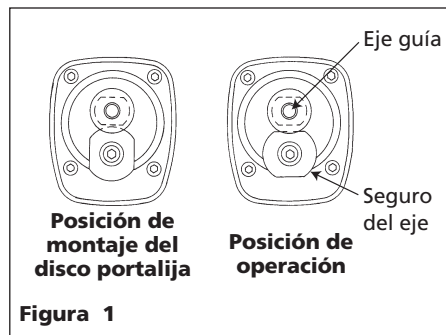

Figura 1
4. Deje de oprimir el gatillo y conecte la herramienta neumática a la fuente de suministro de aire. Cúbrale el orificio de salida con una toalla (Vea la Figura 1). Deje que la herramienta neumática funcione de 7 a 10 segundos. Al aplicarle presión de aire la herramienta expulsará aceite por el orificio de salida. Deje que la herramienta funcione hasta que no expulse más aceite. Limpíele todos los residuos de aceite antes de comenzar a trabajar.
1. Asegure el eje guía en su posición antes de acoplar el disco portaliija. Gire el seguro del eje hasta que éste enganche con el eje guía y ajuste con la mano el disco portaliija en el sentido de las agujas del reloj (Véase Figura 1).